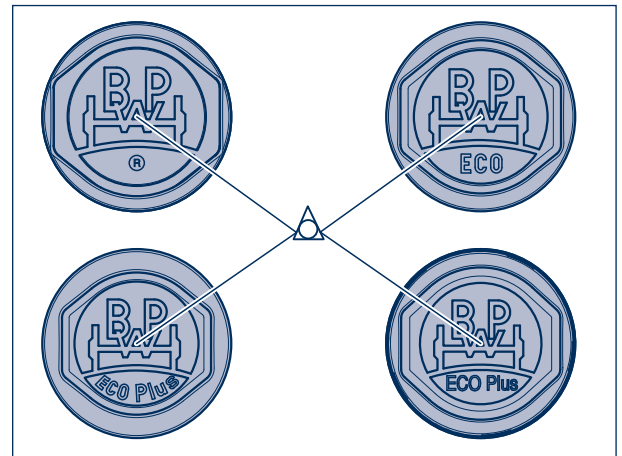

Bild 1
Bei Aggregaten mit neuen Nabenkapseln (eingepprägtes ®, ECO oder ECO Plus unter dem BPW Logo) (Bild 1), sowie bei ECO Plus 3, brauchen nur die Nabenkapseln von der Bezugsachse abgeschraubt werden.
- [1] Bei älteren Nabenkapseln als in Bild 1 dargestellt, die Nabenkapseln abschrauben und Fett an den Radnaben entfernen.